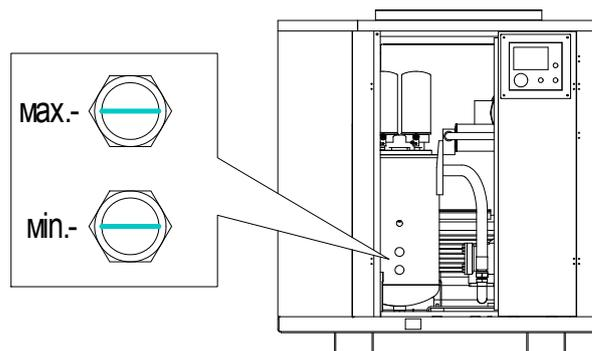

Рис. 3.
- горловина маслозаливная расположена на корпусе маслосборника и закрыта пробкой. Уровень масла контролируется при помощи 2-х маслоуказателей (см. рис. 3), расположенных под горловиной. Уровень масла на неработающей (холодной) установке всегда должен быть выше середины нижнего маслоуказателя. Максимальный уровень масла не выше середины верхнего маслоуказателя, который выполняет также и функцию контроля перелива.